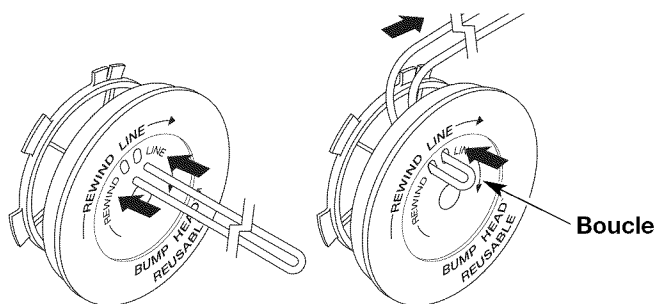

Fig. 19
6. Découpez environ 5.4 m (18 pi) de fil neuf et faites-en deux boucles de longueurs égales. Insérez chaque extrémité de fil dans l'un des deux trous du moulinet (Fig. 19). Tirez le fil à travers le moulinet pour que la boucle soit le plus petit possible.